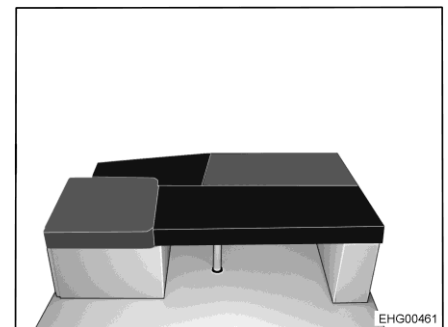

Bild 177 Efter ombyggnaden
- Placera den fyrkantiga extra dynan på bordet (se Bild 177).
- Placera den trekantiga extra dynan mellan sidosätet och den enkla sittbänken på den långa sängbreddningen (se Bild 177).